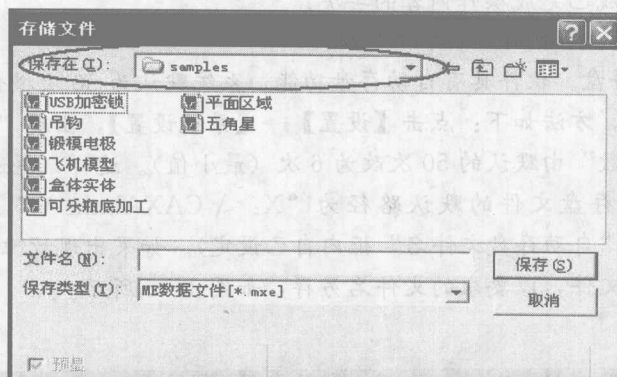

图 1—2 存储文件
2. 点击保存按钮，出现“存储文件”对话框，如图 1—2 所示。